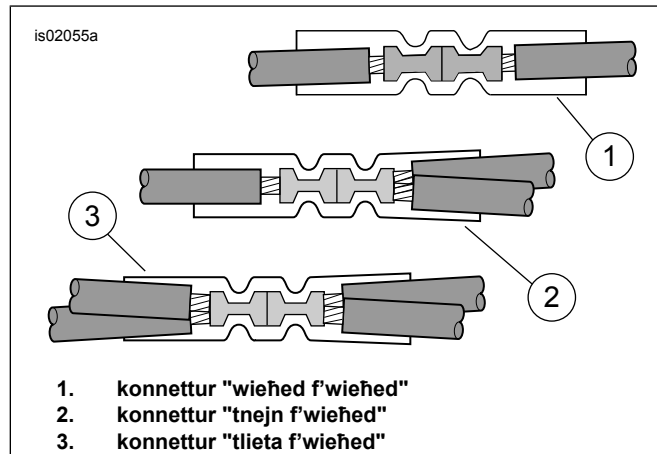

Figura 22. Konfigurazzjonijiet tal-isplíce
3. Ara Figura 22 . Il-konfigurazzjoni tal-isplíce "tnejn f'wiehed". Gib il-konnettur tal-isplíce issigillat **aħmar** (ara Figura 34 , Oġġett 4) mill-kitt. Għaqqad l-wajer l-iswed tat-trasmittitur tal-opener tal-bieb tal-garaxx mal-wajers **is-suwed** mill-fanal prinċipali. Ittrimmja lura l-casing tal-harness tal-wajer tat-trasmittitur sabiex tgħin fil-konnessjoni.
4. Ara Figura 22 . Il-konfigurazzjoni tal-isplice "tnejn f'wieħed". Ġib il-konnettur tal-isplice issiġillat **aħmar** (ara Figura 34 , Oġġett 4) mill-kitt. Għaqqad il-lead tal-enerġija tal-harness tal-wajer tal-apparat li jiftaħ il-bieb tal-garaxx mal-wajers tal-harness prinċipali oranġjo/bojod skont l-appendiċi tal-manwal tas-servizz.